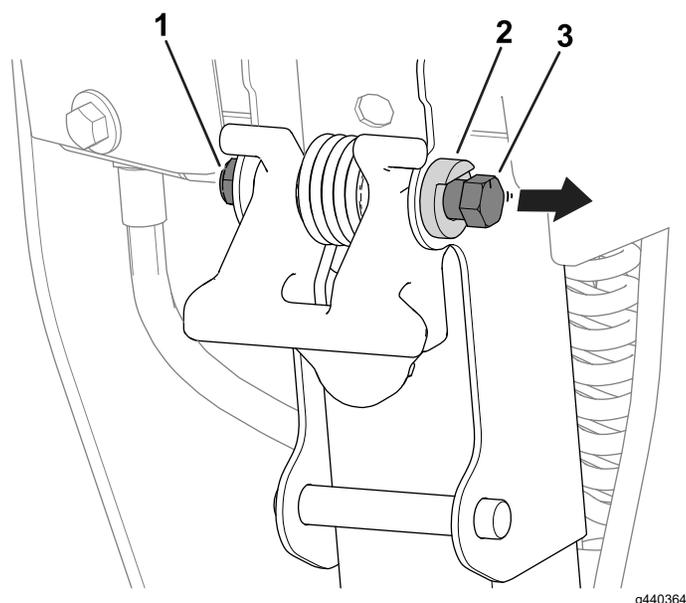

Figure 10
1. Desserrez l'écrou sur le boulon de verrouillage afin que la tête du boulon puisse se déplacer librement juste au-delà de la butée de pivot (Figure 10).
3. Serrez l'écrou sur le boulon de verrouillage (Figure 10) pour bloquer le boulon à sa nouvelle position contre la butée de pivot.